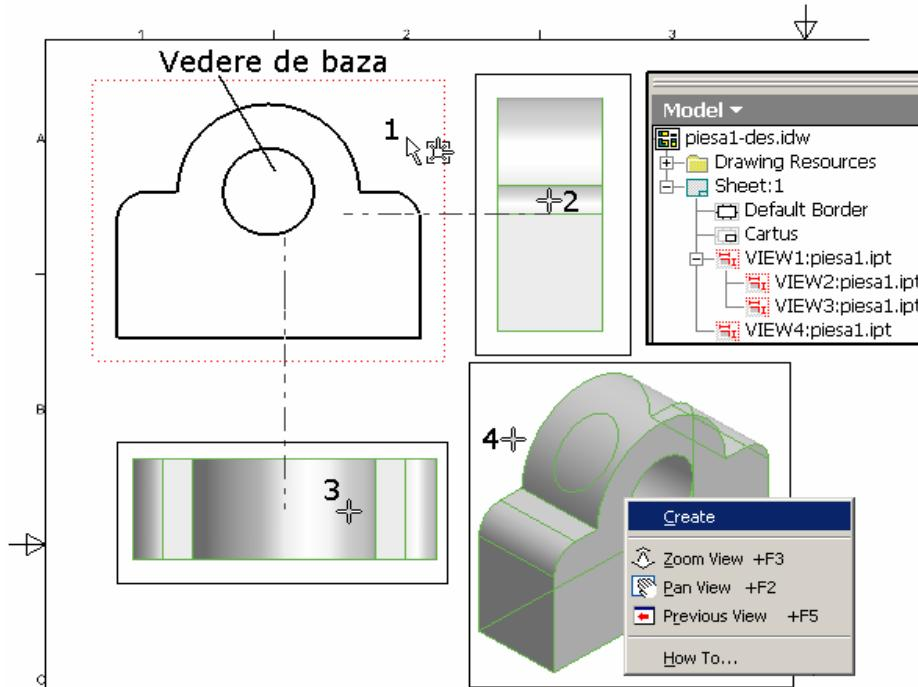
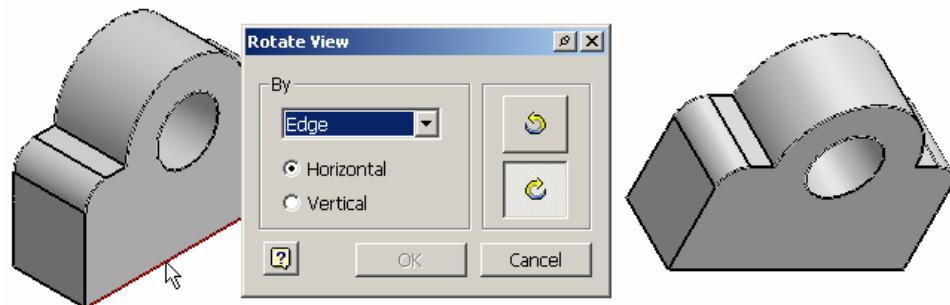
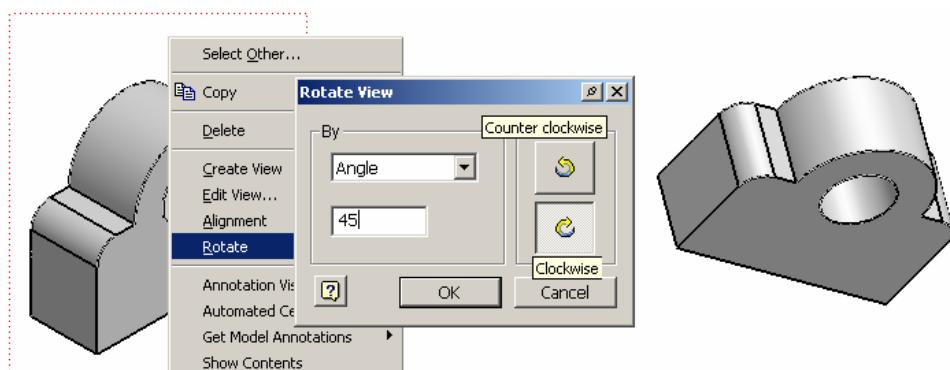

Figura 5.2.2.
Figura 5.2.3.
Figura 5.2.4.
- pentru plasarea vederii de bază la poziția curentă a cursorului se punctează butonul **OK** sau prin click stânga mouse în zona grafică, figura 5.2.2.
În urma operației panelul **Browser Bar** este completat cu patru intrări, figura 5.2.2, din care prima corespunde vederii de bază **VIEW1:piesa1.upt**, a doua și a treia corespund proiecțiilor lineare subordonate vederii de bază **VIEW2:piesa1.upt** respectiv **VIEW3:piesa1.upt**, iar a patra corespunde proiecției pe diagonală **VIEW4:piesa1.upt**.
- din lista **By** a ferestrei **Rotate View** se alege opțiunea **Edge**, figura 5.2.3;
Figura 5.2.3 prezintă vederea izometrică din figura 5.2.2 rotită în raport cu muchia inferioară, precum și rezultatul acestei rotiri.
- din lista **By** a ferestrei **Rotate View** se alege opțiunea **Angle**, figura 5.2.4;
Figura 5.2.4 prezintă vederea izometrică din figura 5.2.2 rotită în raport cu unghiul , precum și rezultatul acestei rotiri.